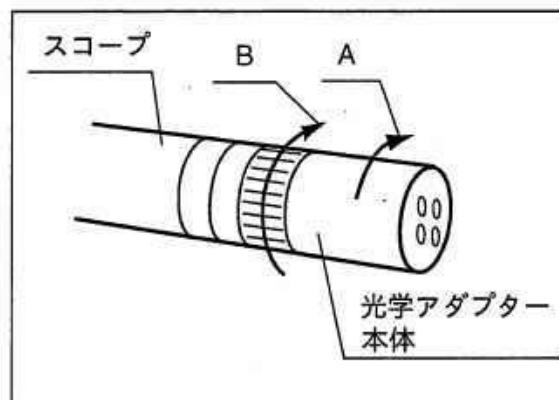

図5.7
2. 光学アダプターのガタツキをなくすために、図5.7に示すように、光学アダプター本体を図5.7の矢印Aの方向に回転させて押し当てた状態で、光学アダプターのナットを図5.7の矢印Bの方向に締め付けてください。